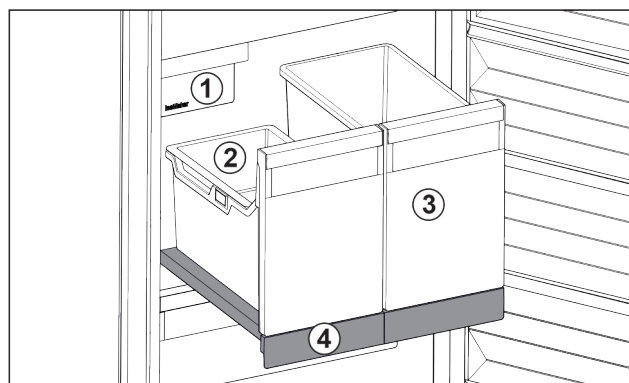

Fig. 24 Wysuwana półka z IceTower
Na wysuwanej półce znajdują się dwa wysokie pojemniki (IceTower). W pojemniku Fig. 24 (2) zbierane i przechowywane są kostki lodu z IceMaker. Pojemnik Fig. 24 (3) nadaje się do przechowywania wysokich artykułów spożywczych, takich jak pizza i napoje alkoholowe.